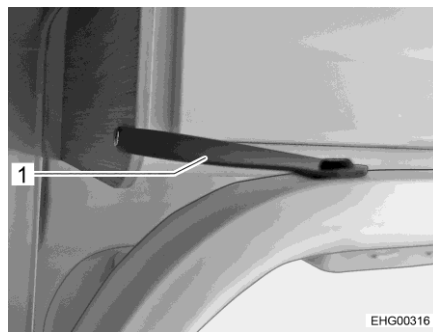
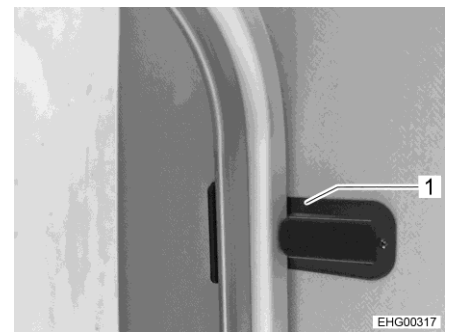

Fig. 36 Rete del letto ribaltabile, cinghie
Fig. 37 Rete del letto ribaltabile, supporto
- Letto con rete del letto ribaltabile: Ribaltare la rete del letto verso l'alto e fissare con le cinghie (Fig. 36,1) e il supporto (Fig. 37,1).